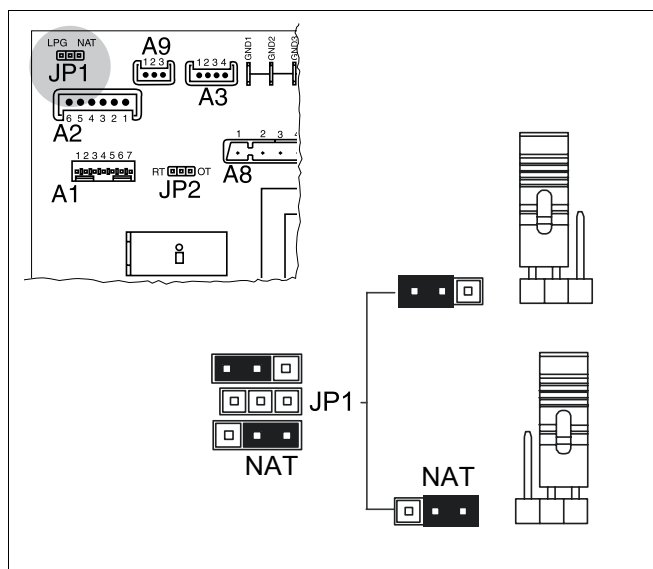

Fig. 51 Trecerea de pe gaz lichefiat pe gaz natural
- Introduceți jumperul JP1 (Fig. 51) de pe placa de bază în poziția NAT.